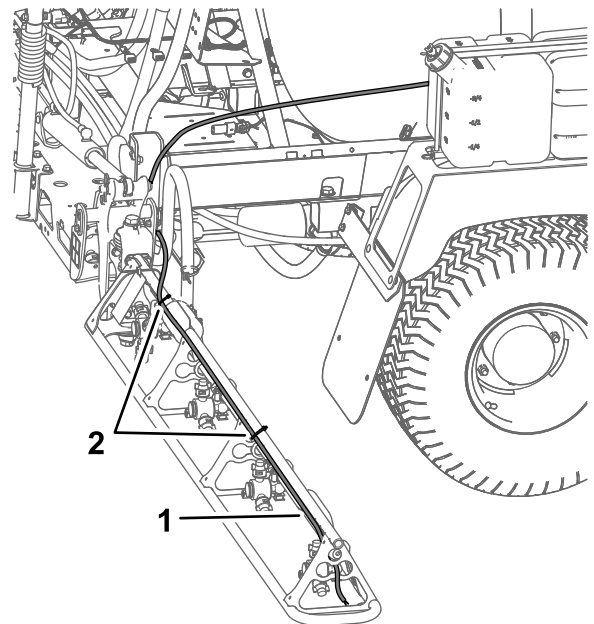

Bild 13
- A. Befestigen Sie den Schaumschlauch am rechten Ausleger entlang der hinteren Seite der oberen Haltestange (Bild 13).